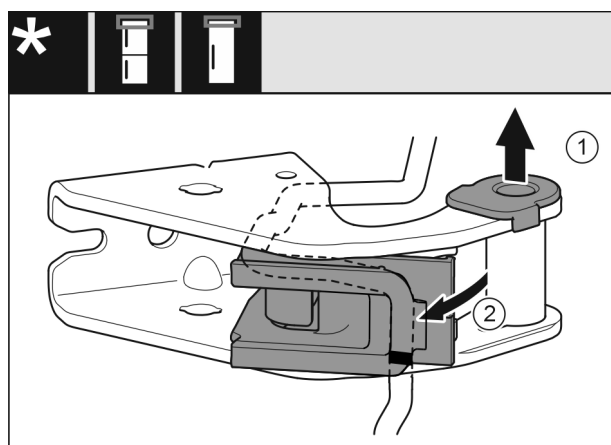

Fig. 26
- ▶ Vytáhněte ložiskové pouzdro z vedení. Fig. 26 (1)
- ▶ Otočte držák kabelu ven. Fig. 26 (2)